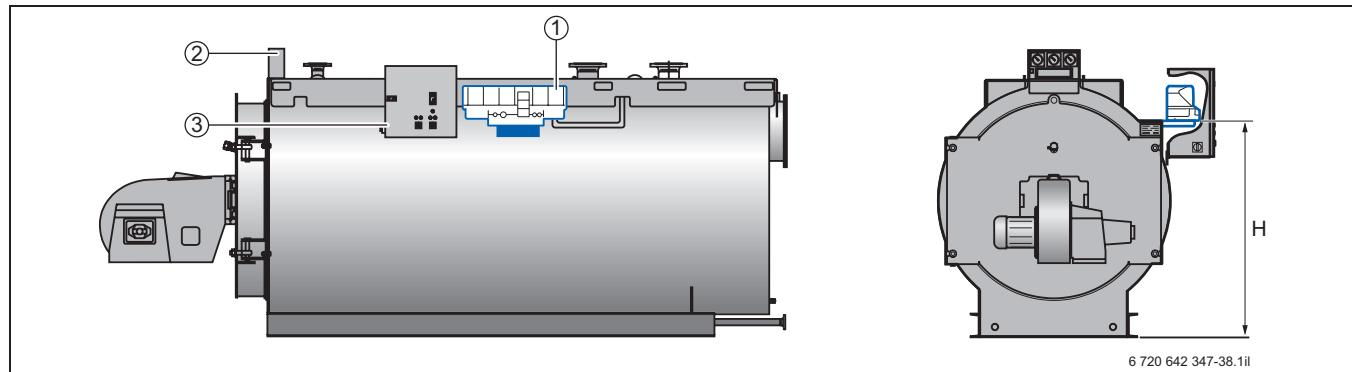

Рис. 44. Боковой кронштейн для крепления системы управления отопительных котлов S825L / LN и Logano plus S825L / LN (размер H см. табл. 46, стр. 67).
4322. Кронштейн для бокового крепления может быть установлен на котел по желанию справа или слева. Система управления монтируется на переходной пластине на кронштейне для бокового крепления (см. рис. 43 и рис. 44).
1) Нижняя кромка прибора управления (размер H см. рис. 44, стр. 66)
Если поставщик горелки оснащает котел распределительным шкафом, то на заводе на котел может быть установлена плата для его крепления. Она может быть расположена по желанию слева или справа на котле или на фронтальной двери (см. рис. 44, стр. 66)